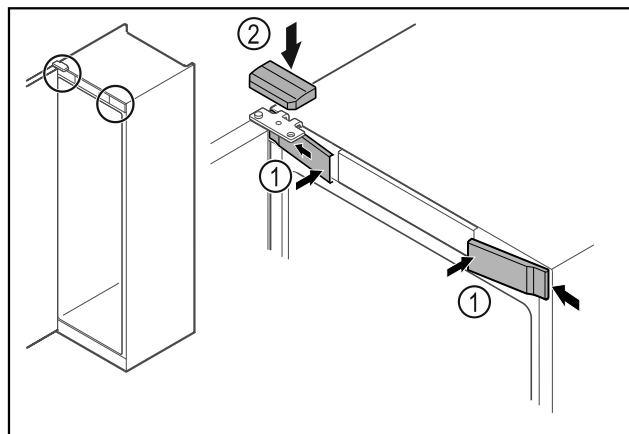

Fig. 23
- ▶ Akassza be oldalt az elülső burkolatokat Fig. 23 (1), majd pattintsa be.
- ▶ Felülről pattintsa be a felső burkolatot Fig. 23 (2).